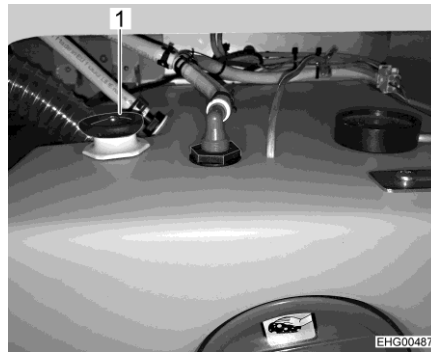

Fig. 44 Réservoir d'eau avec poignée tournante
- Faire tourner la poignée tournante (Fig. 44,1) du réservoir d'eau à fond dans le sens inverse des aiguilles d'une montre au-delà de la résistance pour ouvrir entièrement l'ouverture d'écoulement.